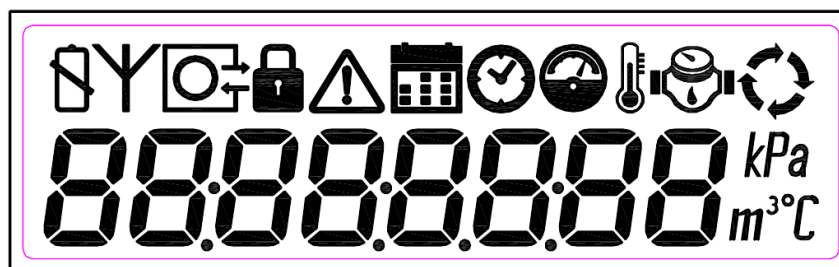

Рисунок 3 – Общий вид дисплея счетчика
**2.3.2** В счетчике применен экономичный цифровой многофункциональный LCD индикатор, в интуитивно понятной форме показывающий все необходимые для эксплуатации и сервисного обслуживания данные (рисунок 3).